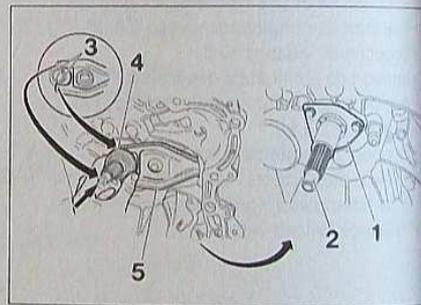

FIG.7
- à l'aide d'une bombe de graisse aérosol appropriée (par exemple Molykote Spray Rapid), graisser uniformément le guide de butée (1) et l'arbre primaire (2) (Fig.7).
Veiller à protéger l'intérieur du carter d'embrayage puis retirer le surplus de graisse sur les cannelures et l'extrémité de l'arbre primaire (2), afin de ne pas polluer l'embrayage (Fig.7).
- mettre en place la butée (4) sur son guide et l'engager dans la fourchette (5) (Fig.7).